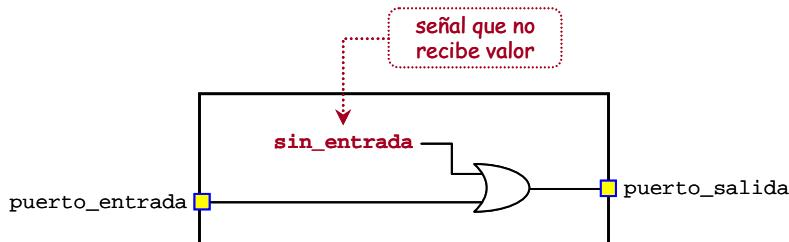

Figura 7.39: Esquema de un circuito con una señal que no ha recibido valor
5. **Señales que se usan sin recibir valor.** Es el caso contrario al anterior, es bastante grave que una señal que estés usando no le hayas asignado valor. Sería como poner un cable al aire y seguramente implique que te hayas olvidado de incluir la sentencia que le da valor. La figura 7.39 representa este caso, donde a la señal `sin_asignar` no se le ha asignado nada.